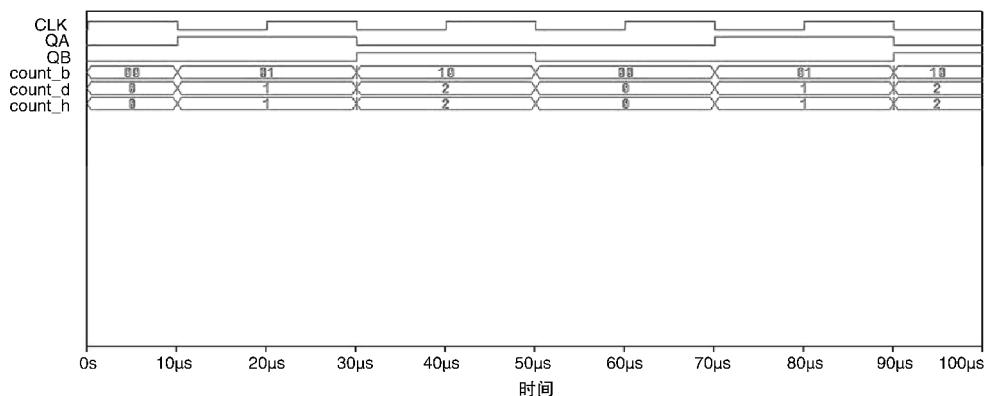

图 18.9 计数器的输出数字波形
10. 波形类似于图 18.9 所示, 模量 3 型计数器的计数顺序为 0、1、2、0、1、2、0 等。